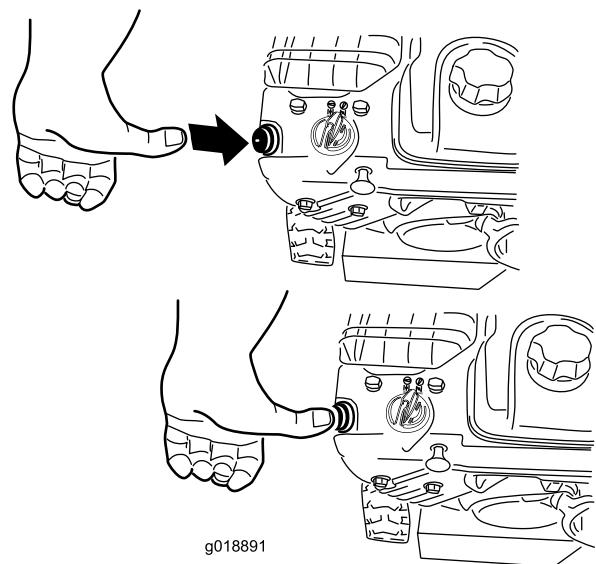

Рисунок 22
4. Энергично нажмите большим пальцем кнопку заливочного насоса два раза (при температурах -9°C и выше) или четыре раза (при температурах ниже -9°C), каждый раз удерживая кнопку в течение секунды перед отпуском (Рисунок 22).